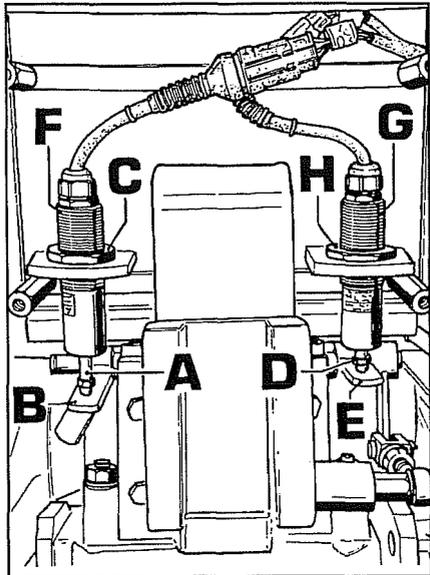

Abb. 50
1. Den Sensor der Lageregelung **F** (Abb. 50) einstellen:
2. Den Sensor der Zugkraftregelung **G** (Abb. 50) einstellen:
- e. Für die Prüfung der Einstellung des Sensors **F** Abb. 50 der Lageregelung ist es erforderlich, die Maschine einzuschalten, den Kraftheber zu senken, indem man den Schalthebel zum Hebe/Senken in der Position Senken stehen läßt.